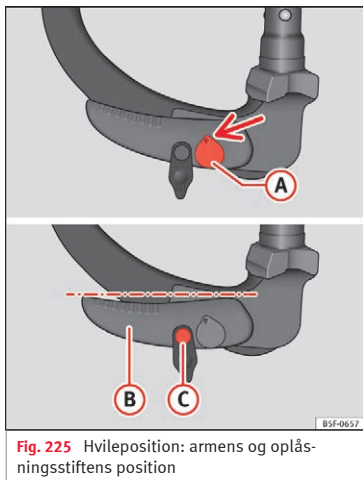

Fig. 225 Hvileposition: armens og oplåsningsstiftens position
- Nøglen **A** » Fig. 225 befinder sig i oplåst position (den del af nøglen, hvori der er et hul, vender opad).
- Armen **B** » Fig. 225 befinder sig i den nederste position.
- Oplåsningsstiften **C** kan bevæges » Fig. 225.